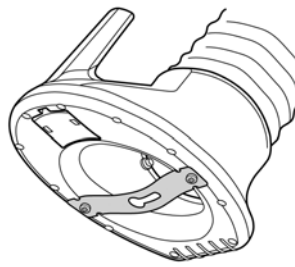

Fig. 3
- 3) 取付後、プレートはたわみます。外側にたわませてください。(Fig. 3)